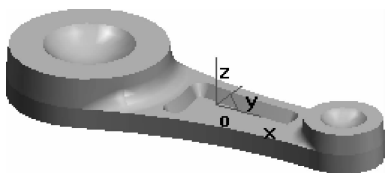

图 3-92 绘制小凸台与基本拉伸体间的过渡
(23)单击  按钮,弹出“过渡”对话框,输入半径“5”,拾取小凸台和基本拉伸体的交线,单击  按钮,完成操作,作图结果如图 3-92 所示。